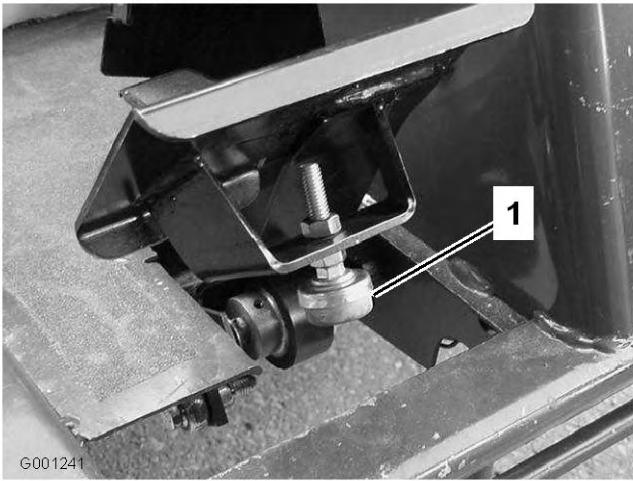

Figura 67
- Verifique el ajuste del tope del pedal de tracción. El tope del pedal (Figura 67) debe entrar en contacto con el bastidor justo antes de que la bomba alcance su carrera máxima.